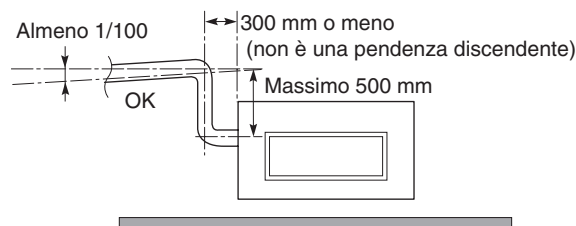

Fig. 3-15
- **Accertare che l'apertura di scarico non sia pendente verso il basso dalla sezione del giunto (ciò può provocare una rumorosità anomala). (Fig. 3-15)**
- **Se è necessario aumentare l'altezza del tubo di scarico, la sezione subito dopo l'apertura di collegamento può essere sollevata di un massimo di 500 mm. Non innalzarla oltre i 500 mm, in quanto ciò potrebbe provocare perdite d'acqua. (Fig. 3-15)**